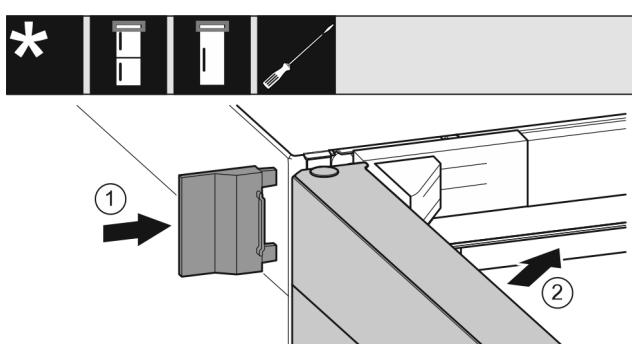

Fig. 23
- Насуньте зовнішню кришку. *Fig. 23 (1)*
- Закріпіть верхні дверцята. *Fig. 23 (2)*